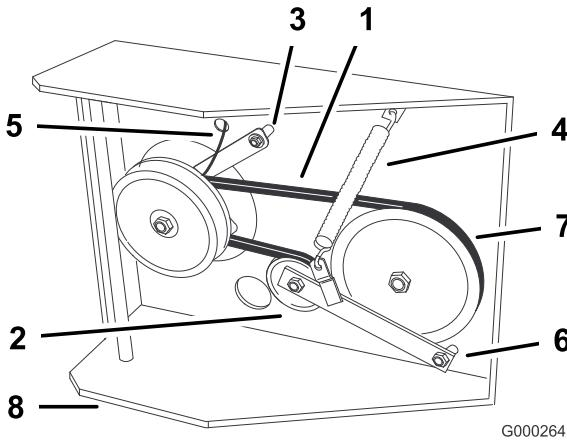

Figure 49
- Détachez le dispositif de retenue de l'embrayage du plancher moteur (Figure 49).
- Décrochez le ressort de tension sur le côté du bâti (Figure 49).
- Serrez le boulon de pivot à 47–54 Nm (35–40 pi-lb). Placez le ressort de tension entre le bras de la poulie de tension et la patte du bâti (Figure 49).
- Reposez le dispositif de retenue de l'embrayage sur le plancher moteur (Figure 49).